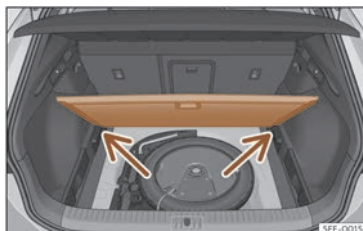

Fig. 188 Plancher modulaire du coffre à bagages : position inclinée.
- Appuyez le plancher contre les logements prévus à cet effet >>> **fig. 188** (flèches).